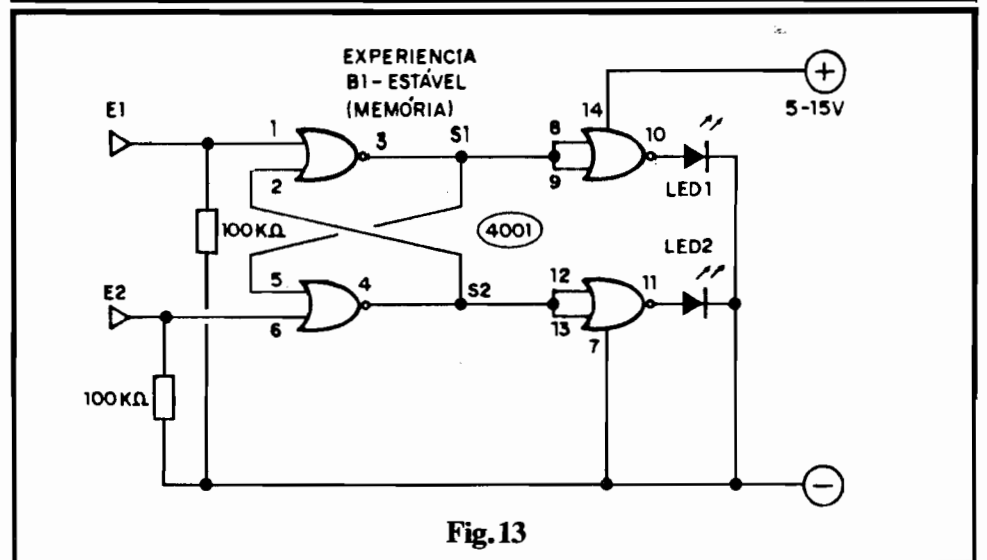

Fig.13
- FIG. 13 - (EXPERIÊNCIA) - **BI-ESTÁVEL** - Com o circuito já estabelecido sobre a matriz de contatos, ligue a alimentação e verifique que um dos LEDs acende... Raciocine a respeito (por **quê apenas um** dos LEDs acende...?). Ligue, por um momento, E1, e depois E2, à linha do **positivo** da alimentação (lembrando que normalmente ambas as Entradas estão "bai-